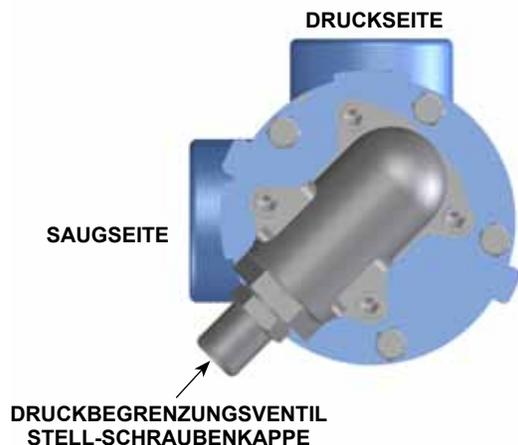

ABBILDUNG 2
- Die Druckbegrenzungsventil-Stellschraubenkappe muss stets in Richtung der Saugseite der Pumpe zeigen (siehe **Abbildung 2**). Wenn die Drehrichtung der Pumpe umgekehrt werden soll, das Druckbegrenzungsventil ausbauen und um 180° gedreht einbauen (siehe Abschnitt „**Drehrichtung der Pumpe**“ auf Seite 9).